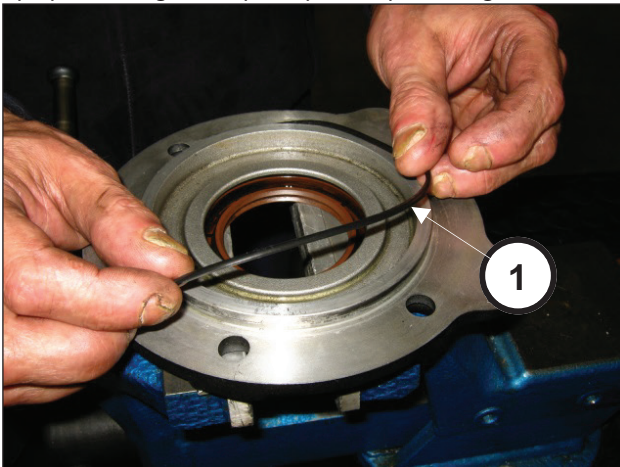

Fig. 85
Aplique o O-ring na tampa do pinhão (pos. ①, Fig. 85).